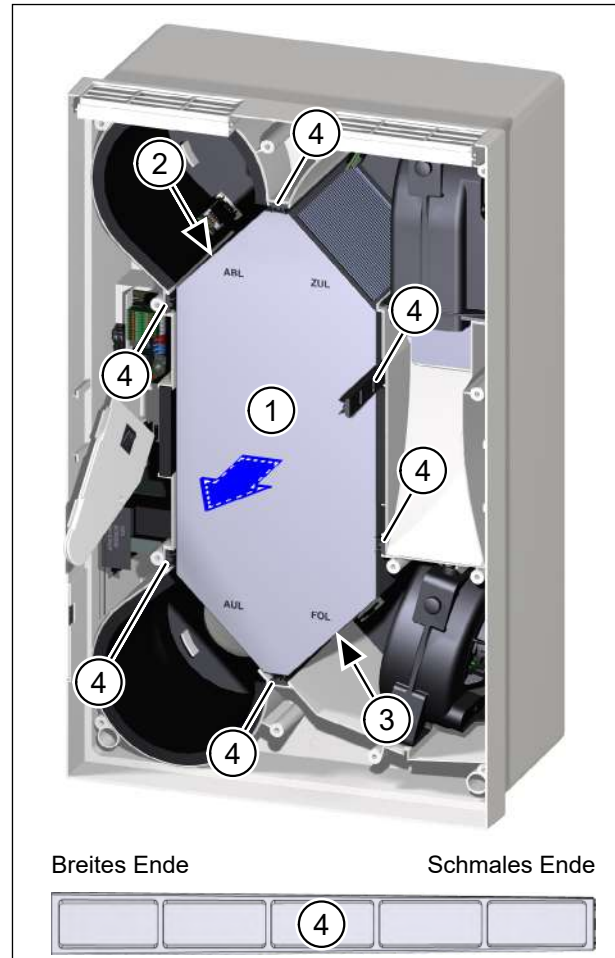
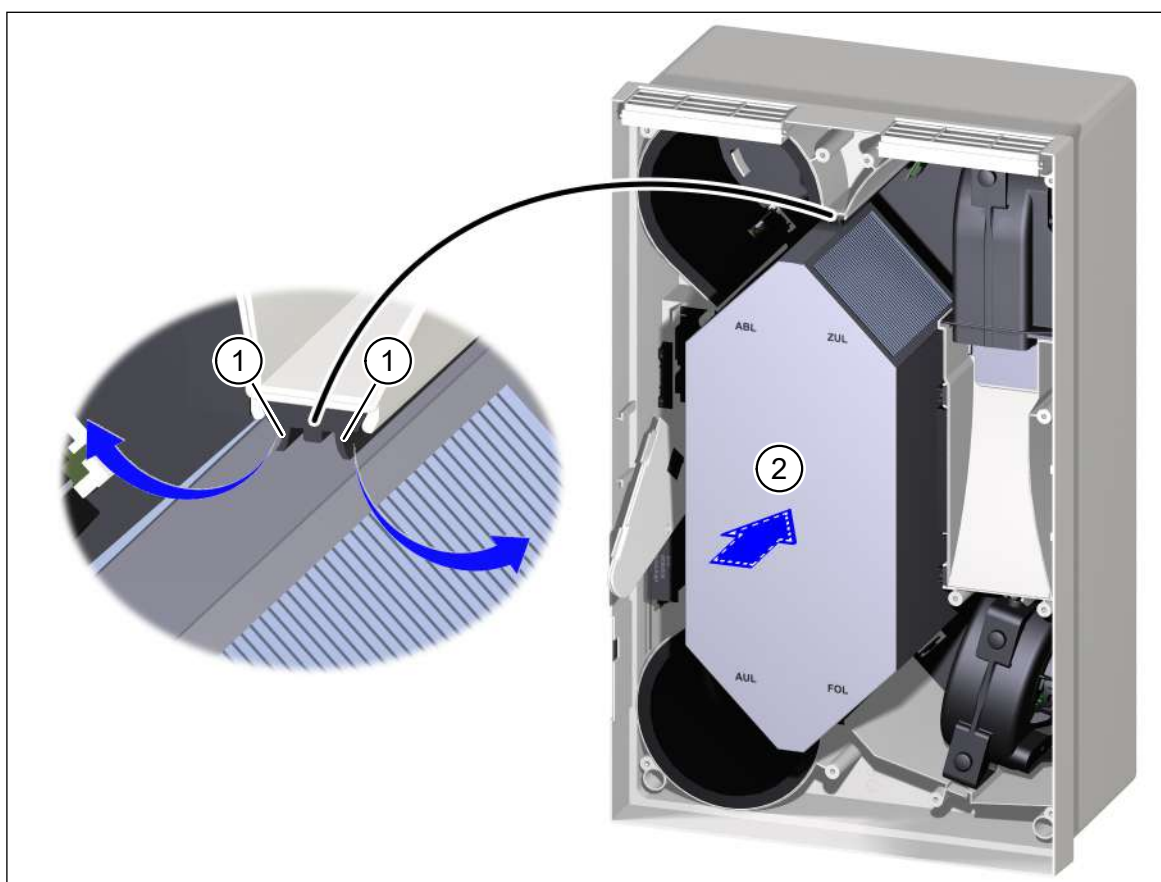

Abb. 24: Wärmeübertrager entnehmen
Abb. 25: Wärmeübertrager einsetzen
- ▶ Greifen Sie den Wärmeübertrager (Pos. 1 in Abb. 24) an der Abluftseite (Aufschrift „ABL“, Pos. 2 in Abb. 24) und an der Fortluftseite (Aufschrift „FOL“, Pos. 3 in Abb. 24).
- ▶ Ziehen Sie den Wärmeübertrager vorsichtig nach vorne heraus. Achten Sie dabei darauf, dass die 6 Dichtungsprofile (Pos. 4 in Abb. 24) nicht mit herausgleiten.
- ▶ Setzen Sie eventuell herausgefallene Dichtungsprofile umgehend wieder an der ursprünglichen Position ein. Achten Sie darauf, dass Sie das Dichtungsprofil mit dem schmalen Ende (siehe Abb. 24) voran in die Halterung einschieben.
- ▶ Tragen Sie eine dünne Schicht Vaseline auf die Dichtlippen (Pos. 1 in Abb. 25) der 6 Dichtungsprofile (Pos. 4 in Abb. 24 auf Seite 24) auf.
- ▶ Setzen Sie den Wärmeübertrager (Pos. 2 in Abb. 25) wieder in das Gehäuse ein.
- Die Dichtlippen der Dichtungsprofile müssen nach außen zeigen (siehe Pfeile in Abb. 25).